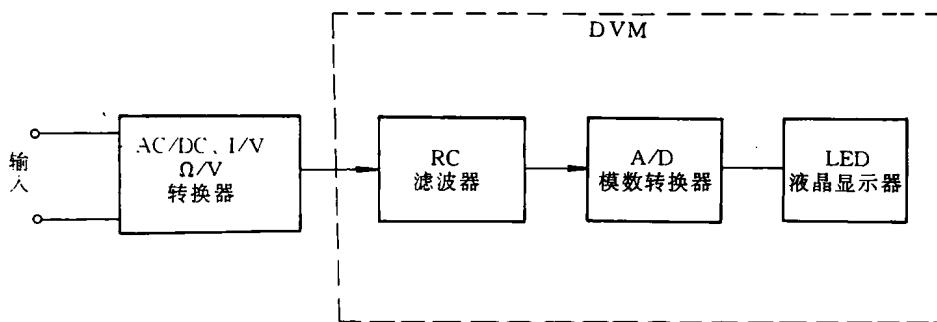

图 1—1 数字万用表组成框图
1. 电路组成 数字万用表的核心部分是直流数字电压表 DVM，由 PC 滤波器、A/D 模数转换器、LED 液晶显示器三部分组成。在直流数字电压表的基础上再增加交/直流 (AC/DC) 转换器、电流/电压 (I/V) 转换器和电阻/电压 (Ω/V) 转换器，如图 1—1 所示。